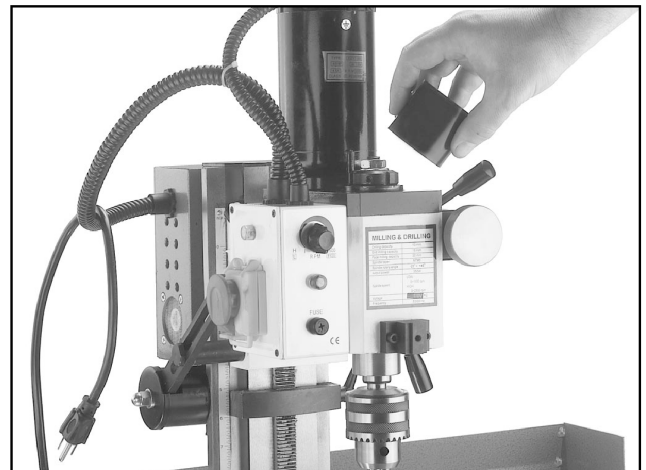

Fig 8. Ta bort spindelens verne deksel
2. Ta bort spindelens verne deksel etter **fig. 8**. **OBS!** - om du ikke lykkes å ta bort dekslet ved å dra i den, gjør et støt med hånden fra siden.